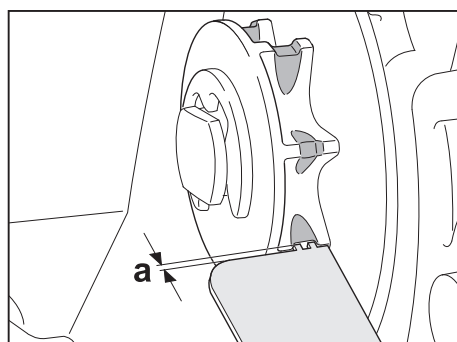

Fig. 14
- Misurare la profondità della scanalatura del pignone con un calibro di profondità (vedi fig. 14).